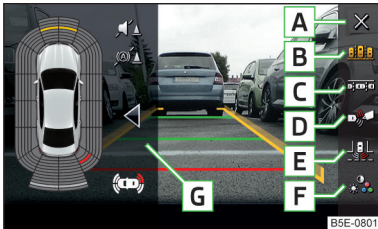

Fig. 264
## Function surfaces » Fig. 264
- › Tap the function surface **C** » Fig. 264 on page 222.